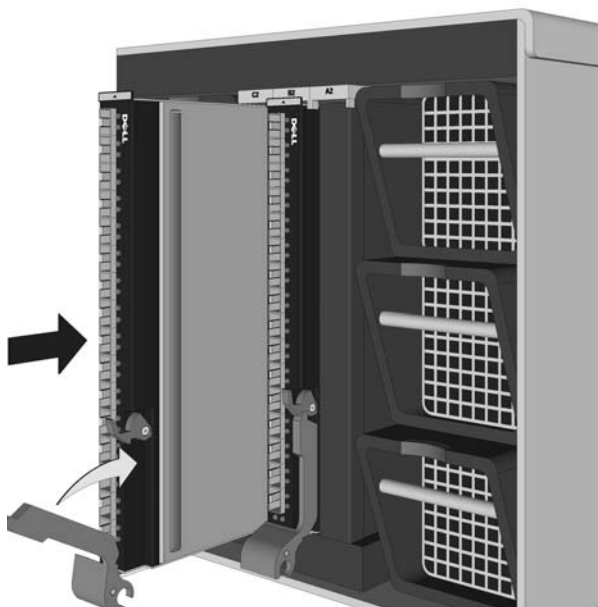

图 1-2. 安装 Pass-Through 模块
- 5 向上旋转锁臂，直到其抵住前面板，并且锁臂顶端嵌入锁中，如图 1-2，安装 Pass-Through 模块所示。